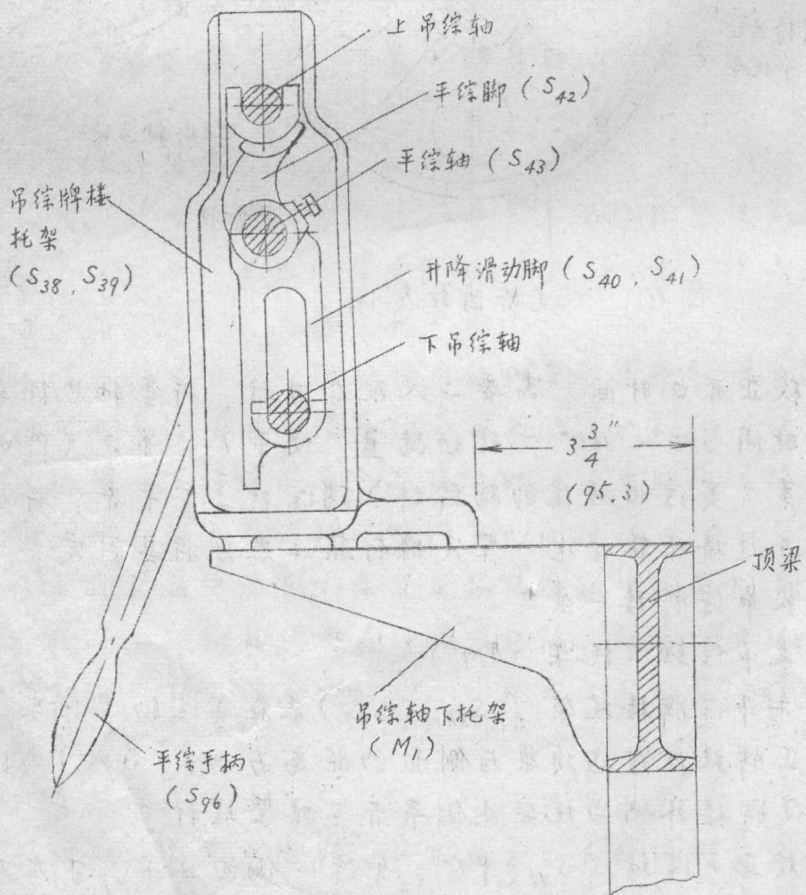

图12 吊综牌楼
2 将吊综牌楼托架 (S_{38}, S_{39}) 装在吊综轴下托架上，用定规校正牌楼托架与顶梁后侧面的距离为 $3\frac{3}{4}''$ (95)，如图 12 所示。使牌楼外侧与托架外侧平齐，略紧螺钉。